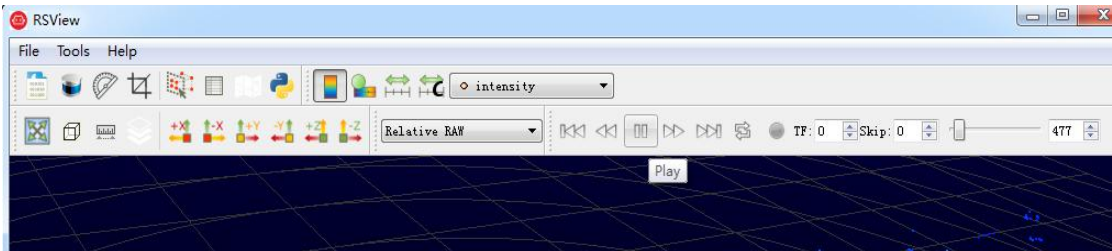

图 B-14 RSView Play 按钮和 Scrub 滑动工具
4. 点击 **Play** 按钮可以播放或者暂停数据。使用 **Scrub** 滑动工具前后滑动可以选择数据中不同位置的帧，此工具和 **Record** 按钮在同一个工具栏内(图 B-14)